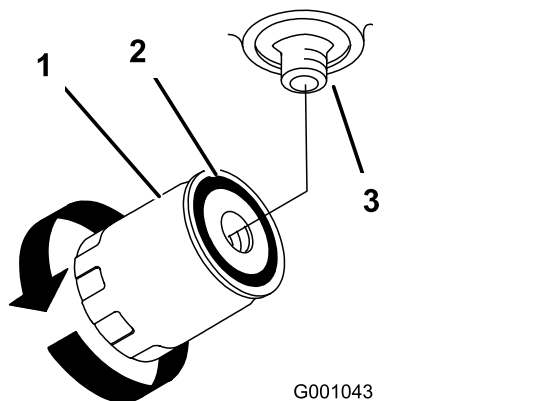

図 74
4. オイルフィルタを外し、フィルタのアダプタのガスケットの表面をきれいに拭く(図 74)。
7. ガスケットがアダプタに当たるまで手でねじ込み、そこから更に $\frac{1}{2}$ 回転増し締めする(図 74)。